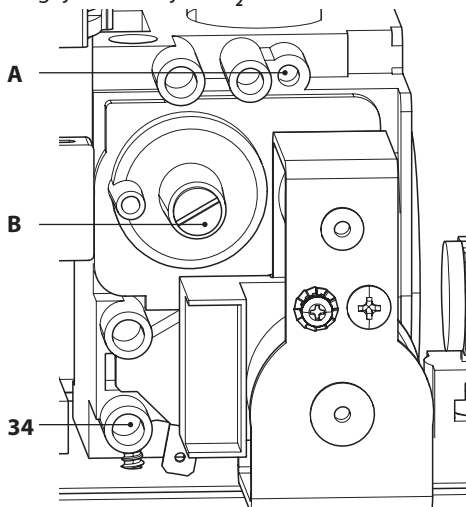

Figura 7.6
- Con la caldera apagada (fuera de servicio), compruebe la presión de alimentación usando la toma 34 en la Figura 7.6 y compare el valor indicado con los mostrados en la tabla Presiones de alimentación de gas en la sección "Datos técnicos M260MK.2025 SM/T" en la pág. 30 y "Datos técnicos M260MK.2530 SM/T" en la pág. 34.
- Vuelva a cerrar bien la toma de presión 34 en la Figura 7.6.
- Para calibrar el **CO₂** de la caldera (presión del gas en el quemador) desenrosque completamente el tapón de protección de latón **B** y regule el tornillo Allen Ø 4 mm situado debajo Figura 7.6: girando en el sentido de las
- Si los dos datos no coinciden, ajuste el tornillo de regulación de máximo RQ (A en la Figura 7.6) de la válvula de gas y calibre el CO_2 al valor indicado en la sección "Datos técnicos M260MK.2025 SM/T" en la pág. 30 y "Datos técnicos M260MK.2530 SM/T" en la pág. 34 en la tabla "Datos en agua sanitaria". Girando en el sentido de las agujas del reloj el CO_2 se reduce.